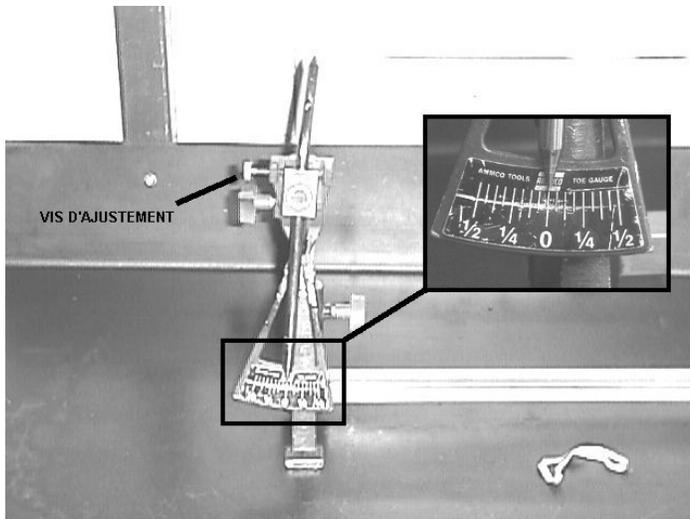

FIGURE 4. BARRE D'AJUSTEMENT DU PINCEMENT
7. Placer la règle de la barre d'ajustement à zéro (fig. 4).